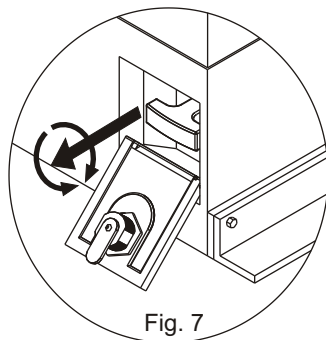

Fig. 7
- Agarrar la manilla del desbloqueo y tirar hacia el exterior venciendo la resistencia del resorte interior (Fig. 7).